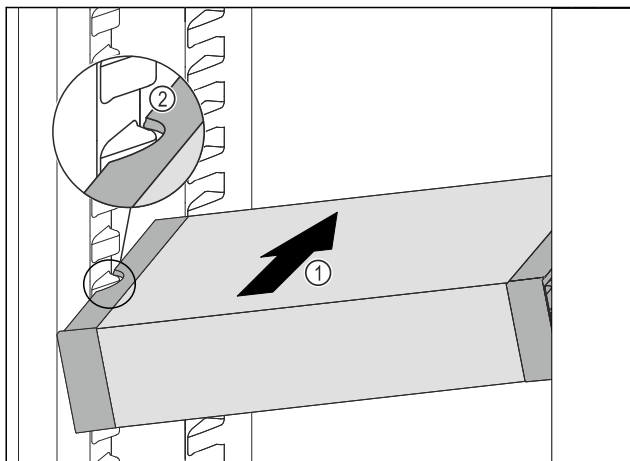

Fig. 169
- ▶ Вдвигайте VarioSafe под наклоном в холодильное отделение Fig. 169 (1), пока боковые выемки Fig. 169 (2) VarioSafe не окажутся на высоте выступа резервуара в холодильном отделении.